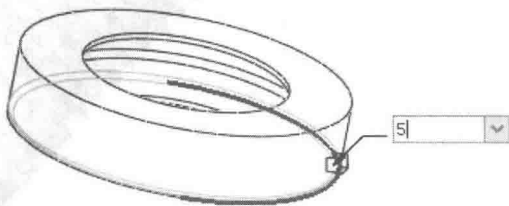

图 1-13
(3) 模型中预显示默认设置的圆角特征, 双击模型中的圆角半径尺寸, 将其修改为 5, 如图 1-13 所示。